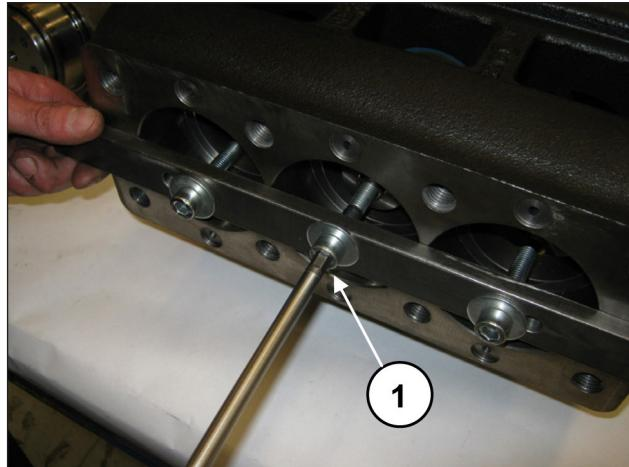
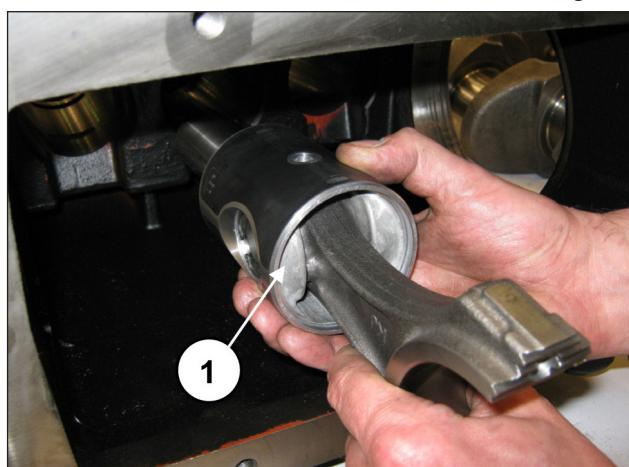

Fig. 32
Fig. 33
Prossiga com o desapertar dos parafusos da ferramenta, cód. 27566200, para desbloquear as hastes (pos. ①, Fig. 32) e, em seguida, extraia os grupos da haste-guia do pistão da abertura posterior do cárter (pos. ①, Fig. 33).
Depois de ter verificado a limpeza correta do carter, insira o grupo da semi-haste-guia do pistão no interior das varas do carter (pos. ①, Fig. 33).
Bloqueie os três grupos da ferramenta adequada, cód. 27566200 (pos. ①, Fig. 32).
Remova a ferramenta para o bloqueio da haste, cód. 27566200 (pos. ①, Fig. 32).